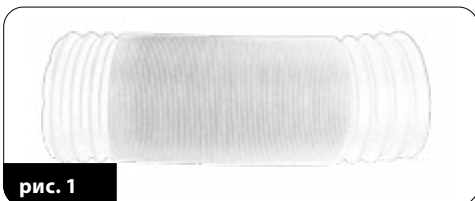

рис. 1
- В пульте дистанционного управления (14) установите две батарейки 1,5 В ААА.
- В отводящем теплый воздух воздуховоде (15) вытяните наружные обручи на обоих концах воздуховода так, чтобы можно было свободно прикрутить оснащение (рис.1).